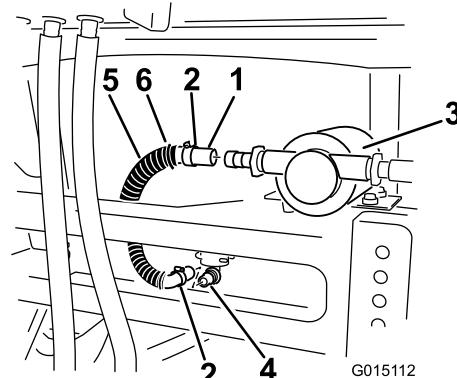

Рисунок 24
- Подсоедините один конец шланга к прямоугольному фитингу на дне промывного бака (Рисунок 24).
- Установите крышку поверх насоса и вставьте выступы крышки в пазы рамы (Рисунок 24).